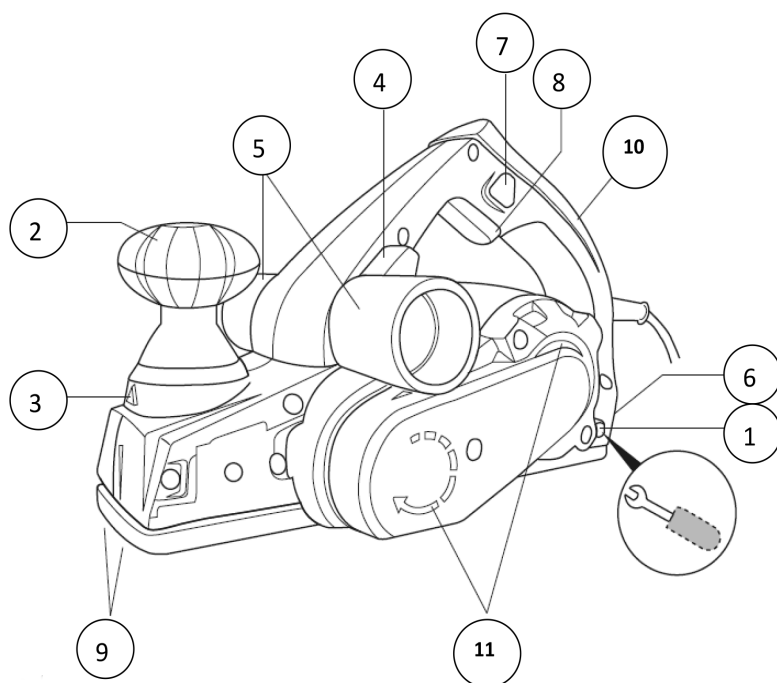
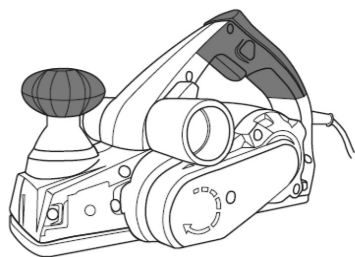

Рис. 1
Рис. 5
Отрегулируйте глубину строгания, подключите штепсель к источнику питания, инструмент включен, установите инструмент на изделие, убедитесь, что только передний башмак лежит на изделии, и что лезвия не касаются его, включите инструмент, сначала нажав предохранитель выключателя, который не фиксируется 7 (Рис.1) затем нажмите выключатель вкл/выкл 8 (Рис.1)
Перед тем, как опустить инструмент на изделия и начать работу, дождитесь, пока инструмент наберёт полную скорость! Во время работы, всегда держите инструмент за места правильного хвата, которые обозначены серым цветом (Рис. 5), держите инструмент обеими руками и направляйте его вперёд непрерывным движением, основание инструмента полностью должно лежать на изделии. Не наклоняйте инструмент, чтобы избежать нежелательных срезов. Перед тем как выключить инструмент, его следует поднять над обрабатываемым изделием, затем выключить инструмент, отпустив выключатель 8 (Рис. 1).
**Внимание!** Перед техническим обслуживанием проверяйте, что электроинструмент отключен от электросети. Данный инструмент не подходит для промышленного использования. Всегда содержите инструмент и его шнур в чистоте, особенно вентиляционные отверстия (поз. 11, рис. 1), перед чисткой инструмента выньте вилку из розетки. Если инструмент, несмотря на тщательные методы изготовления и испытания, выйдет из строя, то ремонт следует выполнять в сервисных центрах Elitech.